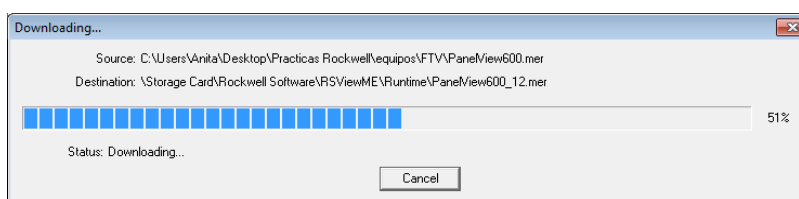

Figura 43: Proceso de descarga del archivo de Runtime
8. Inmediatamente nos aparecerá la ventana que se muestra a continuación en la Figura 43, donde muestra el proceso de descarga del archivo del computador hacia el Panel View.